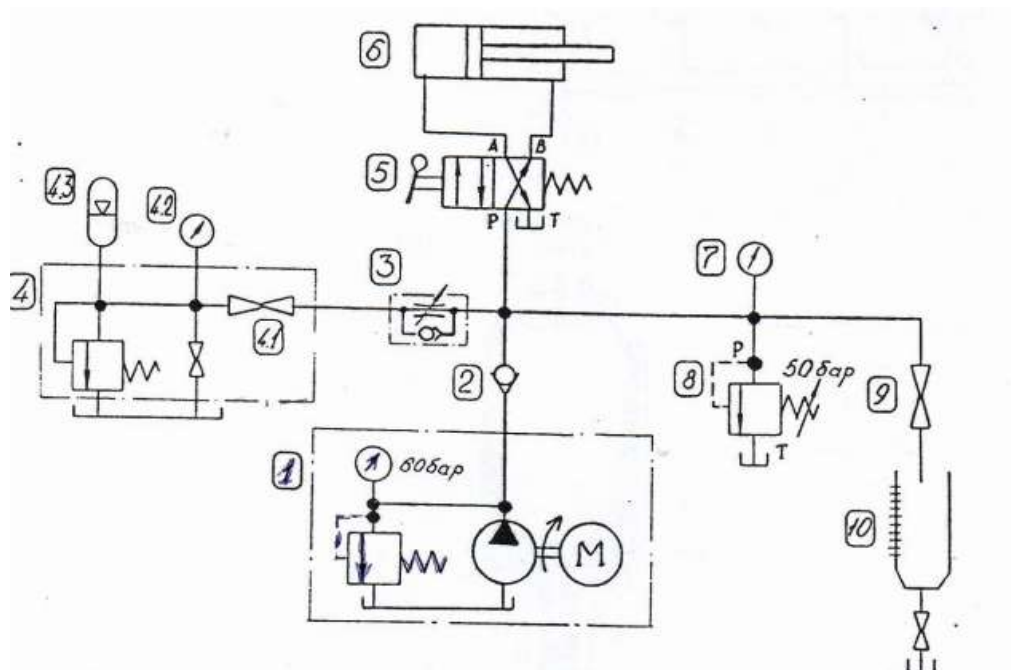

Рисунок 8– гидросхема возвратно поступательного движения с аккумулятором
1. Собрать на учебном стенде гидравлическую схему в соответствии с принципиальной схемой (рисунок 8).
1. Выполнить чертеж гидравлической схемы рис.8 и проставить буквенно-цифровое обозначение.
2. Собрать на гидравлическом стенде схему рис.8, провести опыты и заполнить таблицу 3.